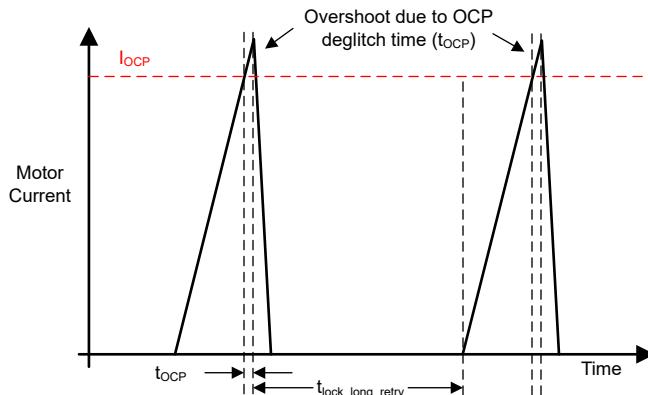

图 6-27. OCP 操作
过流保护 (OCP) 功能可保护 OUTx 引脚上的集成功率 FET 免受对电源 (VM) 短路、对接地短路以及 OUTx 引脚之间的短路的影响。当流经 FET 的电流持续高于 OCP 阈值 (I_{OCP}) 且时间长于 OCP 抗尖峰脉冲时间 (t_{OCP}) (如 图 6-27 所示) 时，系统会禁用 H 桥中的所有 FET (Hi-Z)，并且 FG/RD 引脚会根据 表 6-4 指示锁定转子故障。OCP 故障恢复由 OCP_RETRY_MODE 设置。